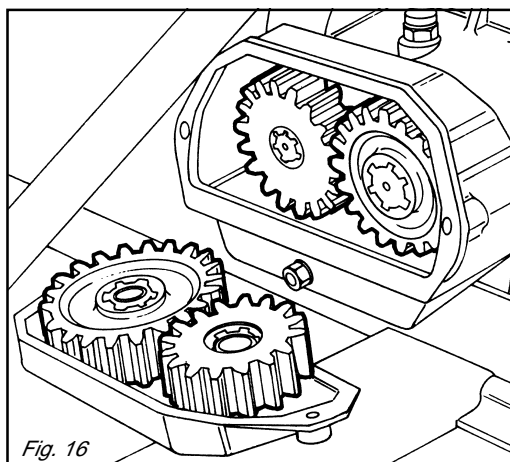

Fig. 16
La zappatrice può essere equipaggiata di cambio di velocità (Fig. 16), con una coppia di ingranaggi. Esso permette di ottenere varie velocità di rotazione del rotore in modo da soddisfare maggiormente le esigenze dell'operatore.
*Rotary harrows are equipped with a gearshift (Fig. 16), with one pair of gears. A variety of rotation speeds of the rotor can be obtained so that the needs of the operator can be better met.*
Die Rotationseggen sind mit Wechselgetriebe (Abb. 16), mit einem Räderpaar ausgestattet. Dadurch ist es möglich, mehrere Rotordrehgeschwindigkeiten zu erhalten, um damit den Anforderungen des Bedieners zu entsprechen.
*Les herses rotatives sont équipées d'une boîte de vitesse (Fig. 16), avec un couple d'engrenages. Il permet d'obtenir différentes vitesses de rotation du rotor de façon à mieux satisfaire les exigences de l'opérateur.*
Las gradas rotantes están equipadas de cambio de velocidad (Fig. 16), mediante un par de engranajes. Ello permite lograr varias velocidades de rotación del rotor, para satisfacer así en mayor medida las exigencias del operador.